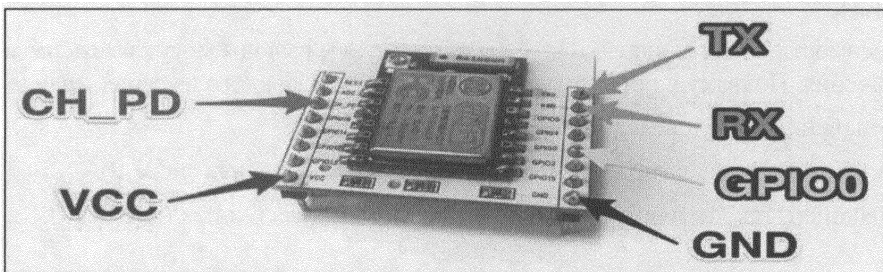

Рис. 1.9. Обозначение выводов отладочной платы расширения
- ◆ Так обозначаются выводы отладочной платы расширения (рис. 1.9).